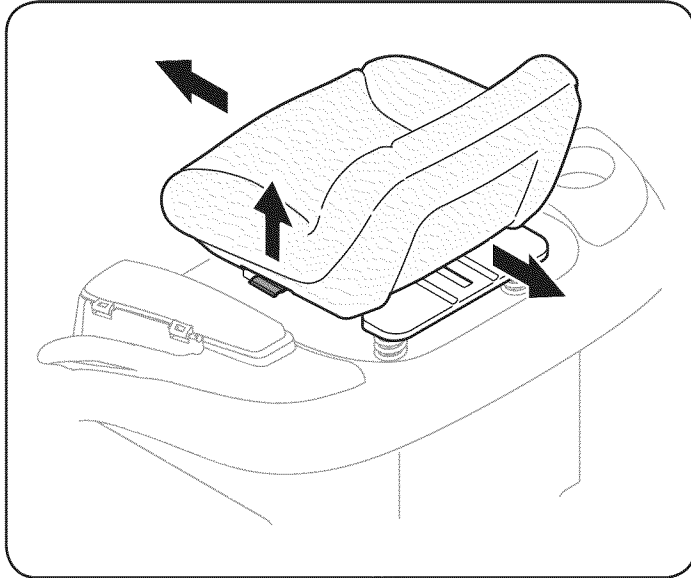

Figura 9
Para ajustar la posición del asiento, tírelo hacia arriba y sostenga la palanca de ajuste del asiento. Deslice el asiento hacia adelante o hacia atrás a la posición deseada; luego suelte la palanca de ajuste. Asegúrese de que el asiento esté fijo en su posición antes de operar el tractor. Vea la Figura 9.
4. Retire el tapón de llenado / varilla de medición. Si el nivel está bajo, agregue lentamente el aceite hasta el nivel de aceite registra entre FULL y ADD, la Figura 9.